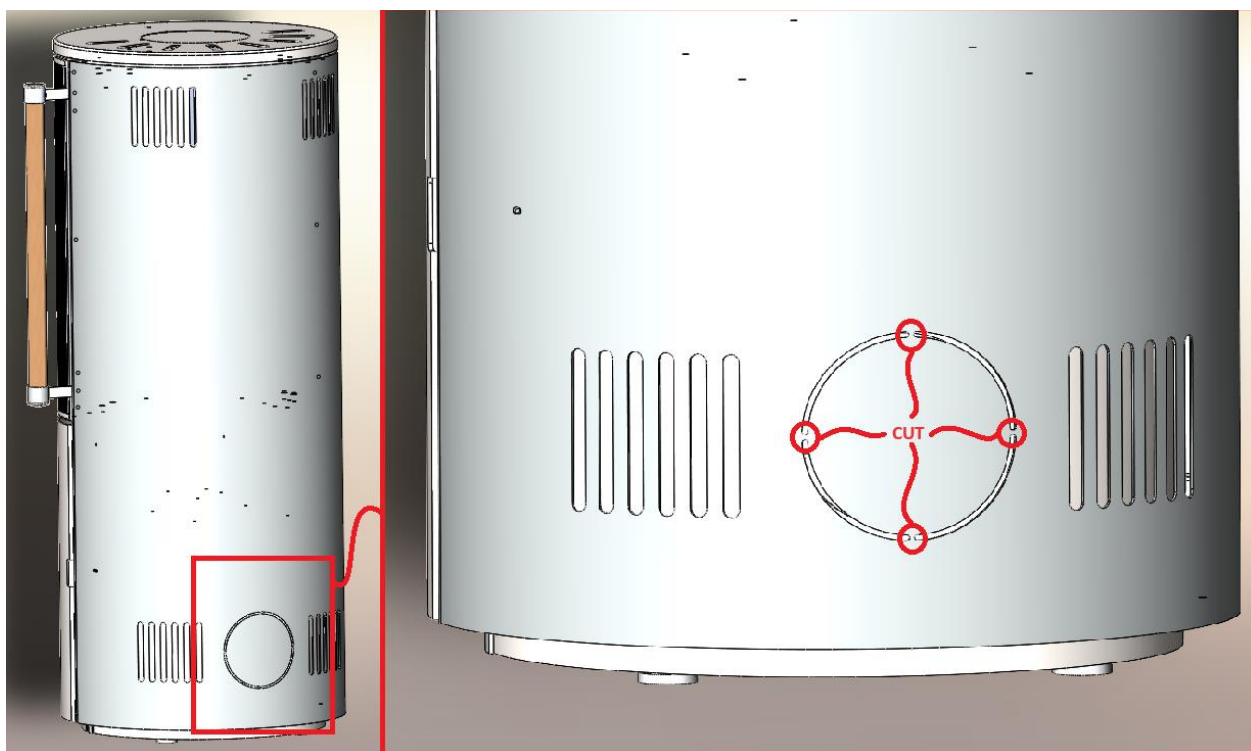

Bild 2 Byte av locket i botten av eldstaden för uteluftsanslutningen
3. Bild 2 Byte av locket på kaminen vid botten för anslutning av uteluft	Sida 6
Kaminen erbjuder möjlighet att ansluta ett externt luftintag. För detta behövs ett flexibelt aluminiumrör med en innerdiameter på Ø150 och en motsvarande klämma. Externt luftintag rekommenderas när kaminen används under ogynnsamma driftförhållanden (Tabell 2) samt för att öka effektiviteten (För korrekt drift av kaminen krävs ett luftintag. Om rumsluft används måste fönstret öppnas oftare). Anslutningen till det externa luftintaget visas i Bild 2, 3 och 4. Anslutningen kan göras genom golvet i rummet eller genom väggen.